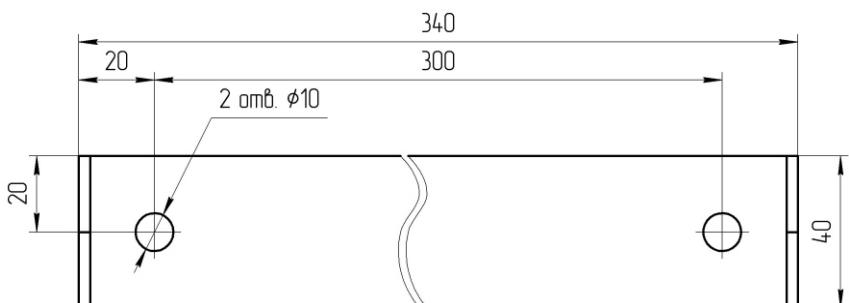

Рис. 4 Закладная деталь для крепления прибора
6.1.8 Прибор должен навешиваться на закладную (входит в комплект поставки, (17) Рис.1). Разметку стены под крепление закладной детали произвести согласно Рис. 4.